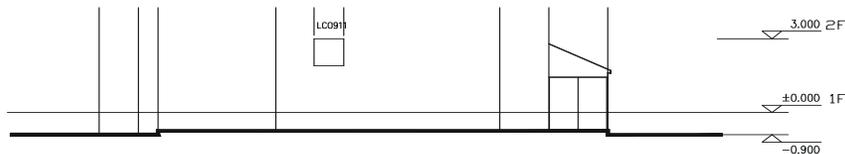

图 12-1-52
**STEP 09** 使用修剪命令 TRIM 对其进行修剪，如图 12-1-52 所示。